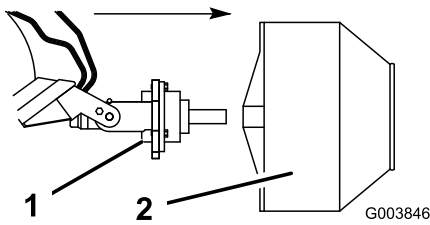

Figure 2
4. Manœuvrez l'arbre d'entraînement dans le collier au dos de la bétonnière (Figure 2).